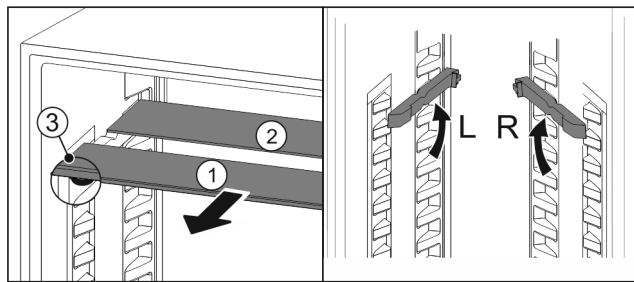

Fig. 168
- ▶ Skleněné desky jednotlivě vytáhněte dopředu Fig. 168 (1).
- ▶ Skleněná deska Fig. 168 (1) s ozdobnou lištou leží vpředu.
- ▶ Zarážky Fig. 168 (3) směřují dolů.